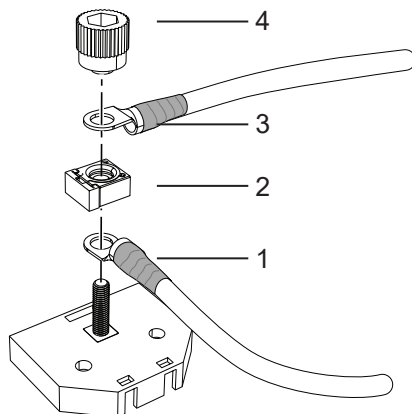
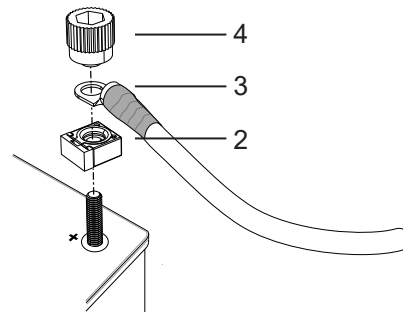

Figura 51. Conexión a la caja de fusibles
Figura 52. Conexión al terminal positivo de la batería
3. Cuando utilice la caja de fusibles, conectar el cable (1) al terminal positivo de la batería y a la caja de fusibles y colocar el fusible (2) en la parte superior, véase Figura 51.
4. Cuando se conecte directamente al terminal positivo de la batería, colocar el fusible (2) en el terminal positivo, véase Figura 52.
5. Conectar el cable de alimentación principal (3) a la caja de fusibles/al terminal positivo, véase Figura 51 - Figura 52.
6. Apretar las conexiones de cables y el fusible con la perilla (4). Los cables se colocan a 90° o 180° entre sí. El fusible se monta con el ángulo correcto orientado hacia los cables, véase Figura 51 - Figura 52.